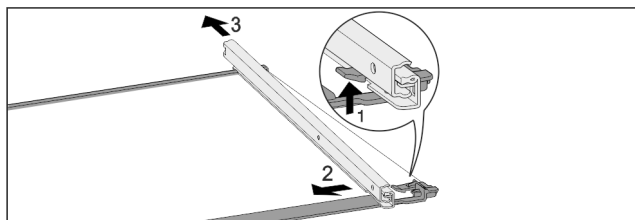

Fig. 165 Pllaka e xhamit me shinat
- ▶ Shtyni për lart grepat e kapjes në pjesën përpara. Fig. 165 (1)
- ▶ Shkëputni shinën me tërheqje në pjesën anësore Fig. 165 (2) dhe në pjesën prapa Fig. 165 (3).